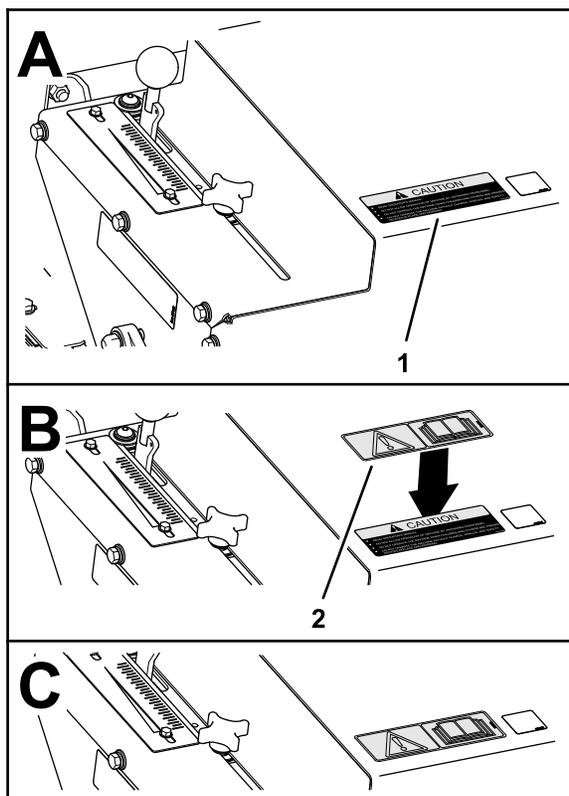

Figure 3
1. Nettoyez la surface à l'emplacement de l'autocollant de mise en garde (Figure 3).